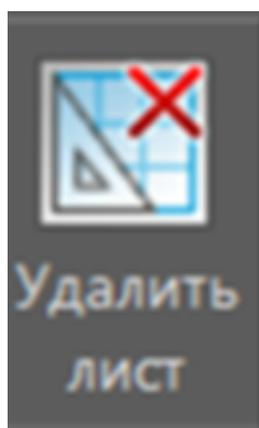

Рис. 5.15
- кнопка “Удалить лист” - удаляет активный лист (рис. 5.15).